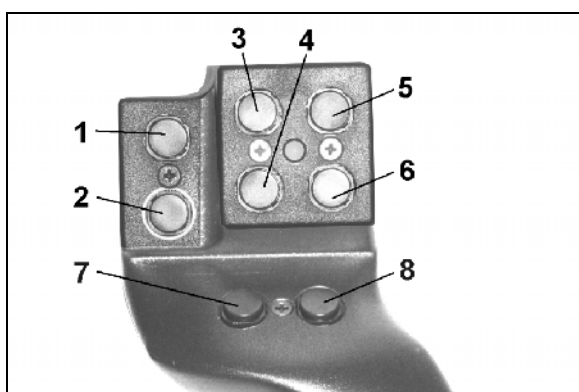
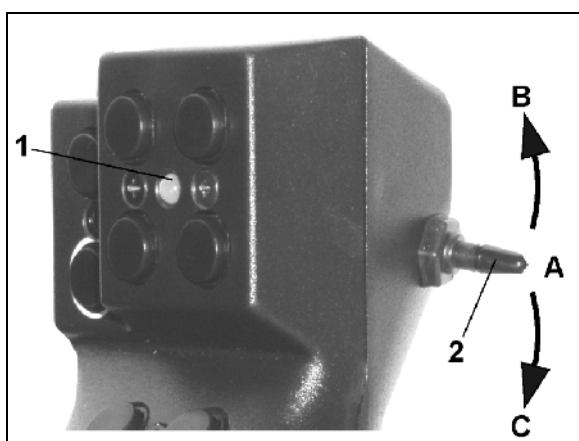

Fig. 129
Fig. 130
Til betjening af **AMATRON⁺** har multifunktionsgrebet (Fig. 129) 8 taster (1 - 8) til rådighed. Desuden kan man ved hjælp af kontakten (Fig. 130/2) ændre tasternes funktion tre gange.
-  midterposition (Fig. 130/A) og kan trykkes
-  opad (Fig. 130/B) eller
-  nedad (Fig. 130/C).
Kontaktens position vises med en LED-lampe (Fig. 130/1).